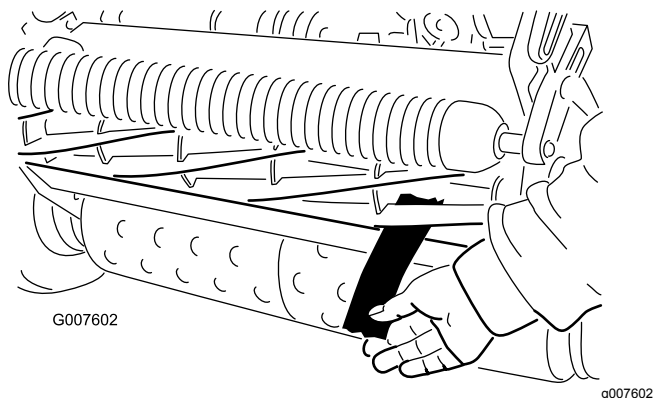

Figura 48
12. Testate le performance di taglio inserendo una lunga striscia di carta per le performance di taglio tra il cilindro e la controlama, perpendicolarmente alla controlama (Figura 48). Lentamente ruotate il cilindro in avanti; dovrebbe tagliare la carta.